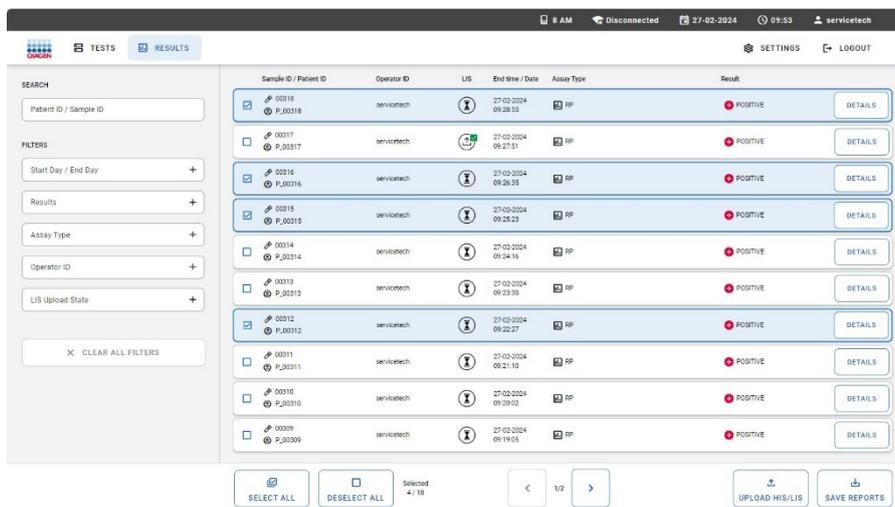

Figura 78. Selezione di più risultati di test per il caricamento manuale su HIS/LIS.
2. Nella panoramica dei risultati, selezionare uno o più risultati del test toccando la casella di controllo nella prima colonna (Figura 78).